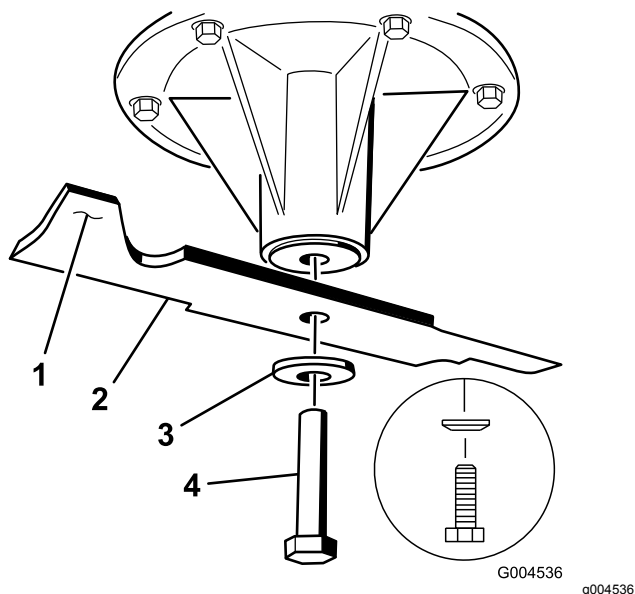

Figure 102
2. Enlevez de l'axe, le boulon, la rondelle bombée et la lame (Figure 102).
3. Si la lame est déséquilibrée, limez un peu l'extrémité de l'ailette seulement (Figure 102).